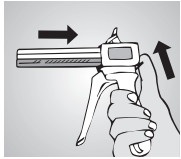
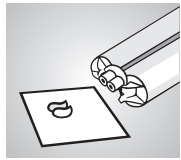
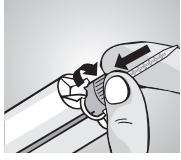

рис. 2
рис. 3
рис. 4
Инъекция материала из картриджей производится при помощи диспенсера системы Automix2 (рис. 2). После установки картриджа в диспенсер следует отвинтить заглушку картриджа. Выдавливать из картриджа небольшое количество материала до тех пор, пока он не будет выпускаться из обоих выводных отверстий картриджа равномерно (рис. 3). При установке насадки для смешивания на картридж следует обратить внимание на правильное положение направляющих насадок в пазах картриджа. Закрепить насадку на картридже вращением в обратном направлении (рис. 4). Теперь можно производить индивидуальное дозирование материала в зависимости от необходимости. После применения следует оставить насадку на картридже до следующего использования. Для смешивания материала **tempofit® semi** применяйте только насадку для смешивания голубого цвета для диспенсера 10:1!
- Чтобы достигнуть однородной консистенции при смешивании: **Каждый раз** перед установкой насадки для смешивания выдавливать небольшое количество материала до тех пор, пока **из обоих отверстий** картриджа не будут **равномерно** выдавливаться базисная и катализаторная пасты (рис. 3).